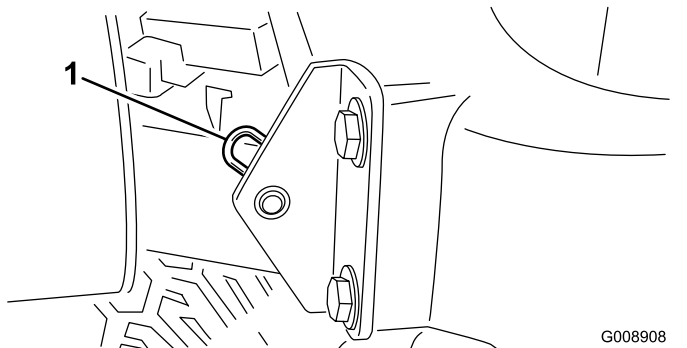

Figure 49
2. Retirez la goupille fendue qui fixe le pivot de capot aux supports (Figure 49).